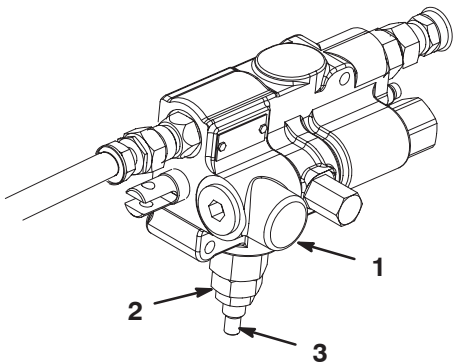

Figure 13
- 3. Desserrez l’écrou de blocage en bas de la soupape de levage (Fig. 13) située du côté droit de la machine.